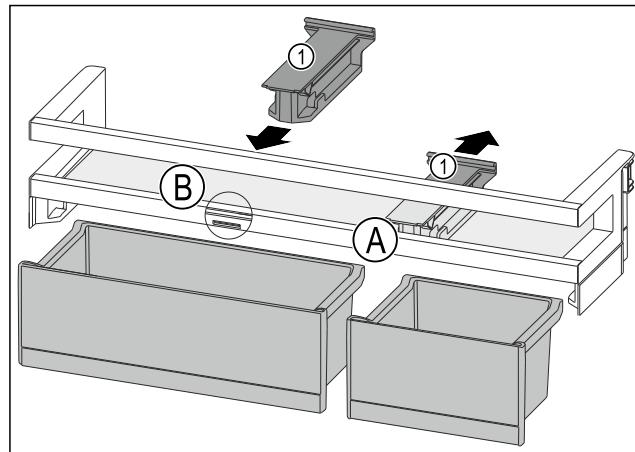

Fig. 127
- ▶ 将定位件 Fig. 127 (1) 向后拉至位置 Fig. 127 (A)。
- ▶ 将定位件 Fig. 127 (1) 插入至位置 Fig. 127 (B)。